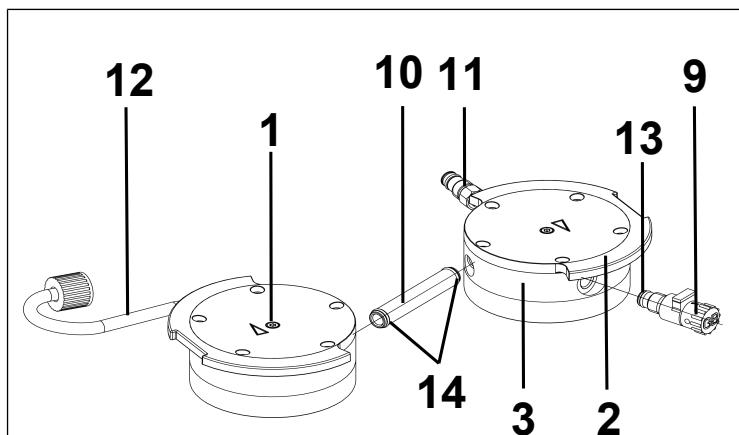

Fig.14: Sostituzione degli O-ring
2. Estrarre il tubo di allacciamento (10/Fig. 14) dal coperchio testa (3).
- i** I due collegamenti tubo flessibile (11) e (12) resteranno montati nei coperchi testa.
3. Sostituire i due O-ring (14) del tubo di allacciamento (10/ Fig. 14).
4. Allentare la vite con testa interna (1) da ciascuna delle due teste pompa.
5. Prelevare le due piastre di spinta (2), assieme alle due viti con testa interne (1).
6. Svitare la valvola gas ballast (9/Fig. 14) dal coperchio testa (3).
7. Sostituire l'O-ring (13) della valvola gas ballast (9/Fig. 14).
8. Avvitare a fondo la valvola gas ballast (9/Fig. 14) nel relativo coperchio testa (3). Successivamente, svitarla di nuovo, fino a quando la superficie sia orientata verso l'alto.
**I** Sulla pompa, le piastre portavalvola/le guarnizioni (4) andranno sostituite in sequenza.
1. Prelevare il coperchio testa (3) dalla piastra intermedia (6).
2. Prelevare le precedenti piastre portavalvola/guarnizioni (4).
3. Pulire con cautela la piastra intermedia (6) (qualora siano presenti depositi).
4. Introdurre le nuove piastre portavalvola/guarnizioni (4) nelle apposite sedi della piastra intermedia (6).
6. Smaltire correttamente le piastre portavalvola/le guarnizioni sostituite (4).
7. Innestare nuovamente il tubo di allacciamento (10/Fig. 14) nel coperchio testa (3).